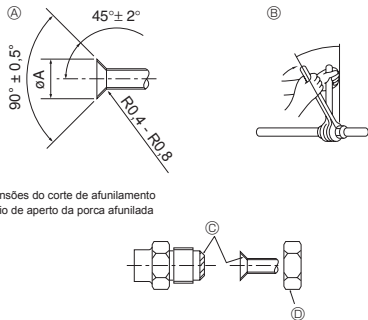

Fig. 5-1
(A) (Fig. 5-1)
(B) (Fig. 5-1)
- (A) Tampa da tubagem dianteira
- (B) Tampa da tubagem traseira
- (C) Válvula de retenção
- (D) Painel de retenção
- (E) Raio da curvatura : 100 mm - 150 mm
5.2. Tubos de ligação (Fig. 5-1)
- Aplique uma fina camada de óleo refrigerante ao tubo e à superfície de costura da junta antes de apertar a porca do tubo. (A)
- Aperte os tubos de ligação com duas chaves. (B)
- Aplique óleo de máquina refrigerante em toda a superfície de encaixe de afunilamento. (C)
- Utilize as porcas afuniladas para o tamanho de tubo que se segue. (D)